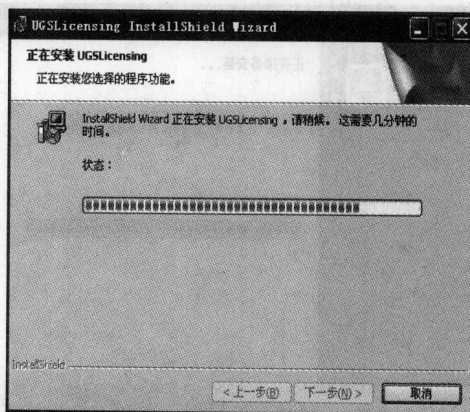

图 1-8 NX 5 UGS Licensing 程序安装界面
(11) 单击 **安装(I)** 按钮开始 NX 5 UGS Licensing 程序的安装, 如图 1-8 所示。